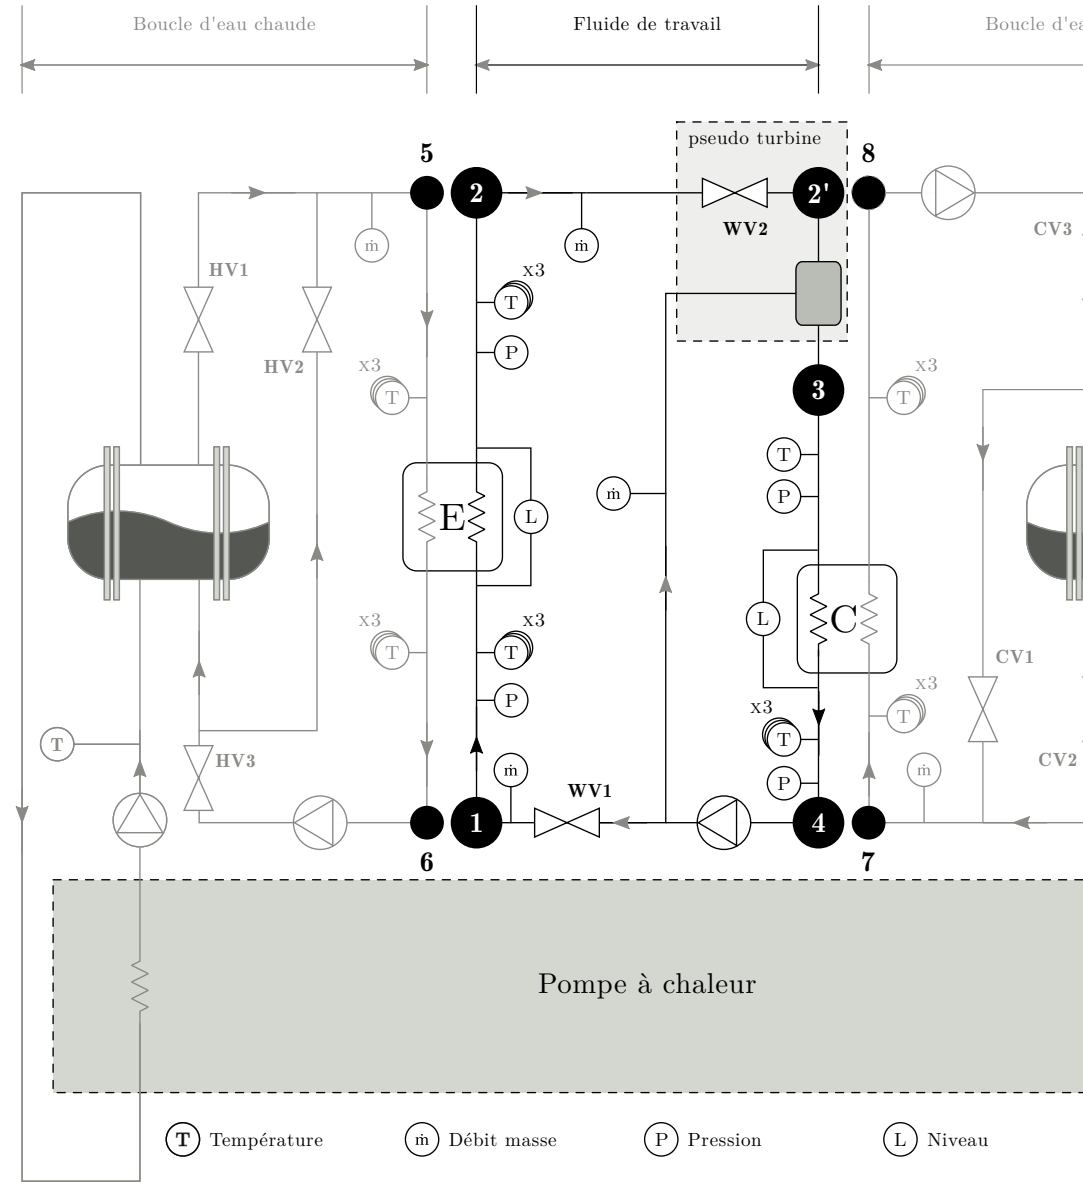
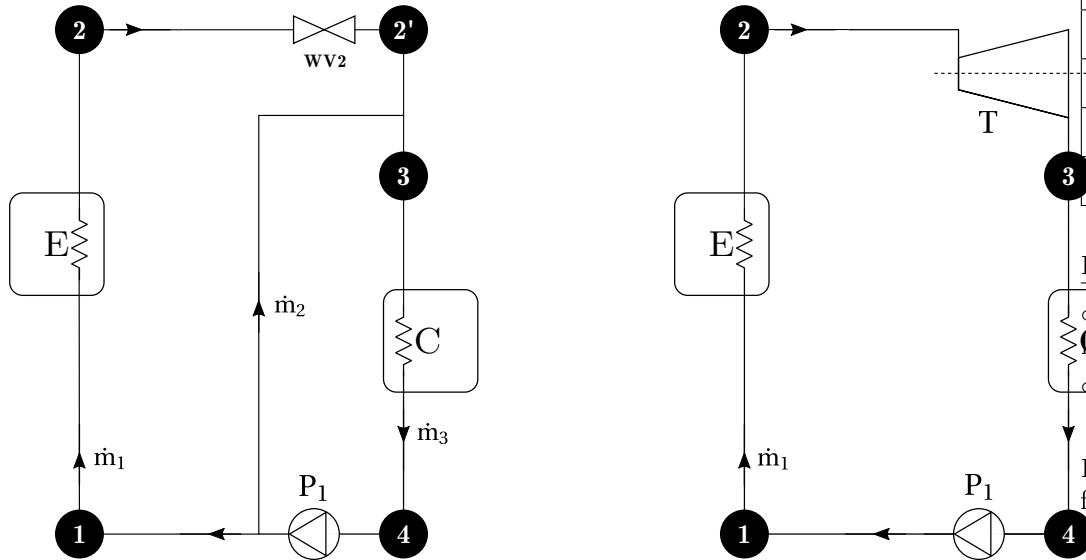

FIGURE 1 – Schéma global du prototype ETM
FIGURE 2 – Cycle réel (a) à gauche et cycle virtuel (b) à droite de l'ammoniac
Un prototype de centrale ETM est installé à La Réunion. Il n'est pas raccordé à l'océan et une pompe à chaleur simule les sources d'eau chaude et d'eau froide. L'ammoniac est le fluide de travail et son évolution est représentée sur la partie centrale de la figure 1. Le cycle réel de l'ammoniac est également représenté figure 2(a), ainsi qu'un cycle virtuel figure 2(b) expliqué ensuite.
La vapeur produite est détendue de manière isenthalpique dans la vanne WV2 jusqu'à la pression de 6 bar (point 2 à point 2'). Une petite quantité de liquide froid, prélevée avant la vanne WV1, est injectée dans la vapeur chaude de façon à diminuer sa température (désurchauffe isobare) (point 2' à point 3). Ces transformations (détente et désurchauffe) sont contrôlées de telle sorte qu'elles donnent les mêmes propriétés au fluide que s'il avait été soumis à une détente isentropique dans une turbine jusqu'à la pression de 6 bar (point 2 au point 3 figure 2(b)).
Le fluide de travail est ensuite condensé en liquide juste saturant par un condenseur C adiabatique et isobare à double flux grâce à l'eau froide (point 3 à point 4) puis ramené vers l'évaporateur avec une pompe à la pression de 9 bar (point 4 à point 1) en fonctionnement isentropique (la pompe est notée P1 sur la figure 2).
En raison de la taille réduite du prototype, une véritable turbine capable de produire la puissance nécessaire n'était pas disponible. Néanmoins, en considérant le cycle virtuel représenté sur la figure 2(b), où la détente isentropique du point 2 au point 3 est attribuée à une turbine virtuelle, on peut calculer le rendement du cycle.
11) Exprimer, en fonction des températures,  $\mathcal{P}_{th,ec}$ , la puissance reçue par l'eau chaude au niveau de l'évaporateur (cf. figure 1).